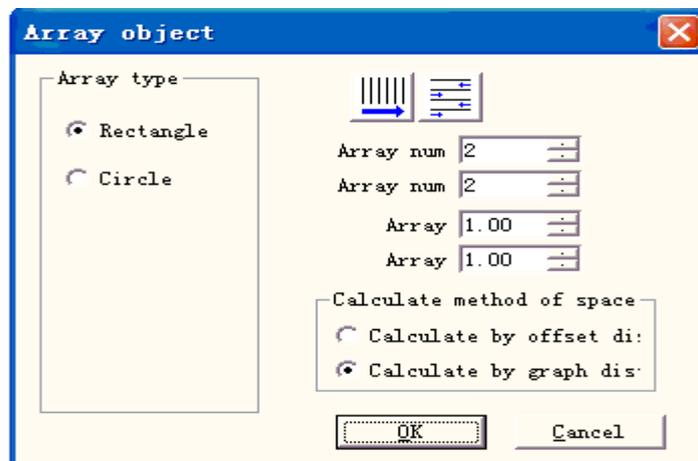

Figura 5-2-a Cuadro de diálogo Matriz(Rectángulo)
Haga clic en "Array", podemos ver la figura 5-2 (a):
**Círculo:**El gráfico según la matriz circular La figura 5-2(a)